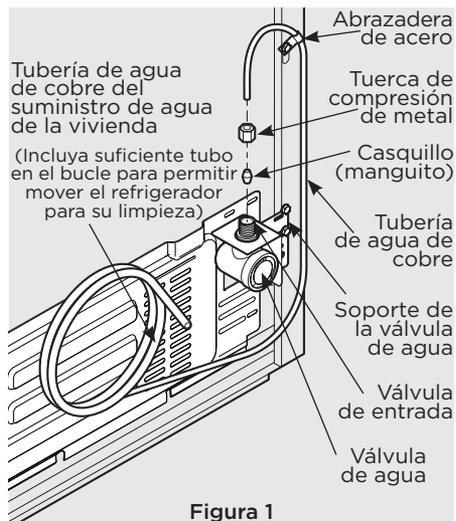

Figura 1
4. Si utiliza tubos de cobre, deslice la tuerca de compresión de metal y, luego, el casquillo (manguito) en la tubería de suministro de agua. Introduzca la tubería de suministro de agua en la válvula de entrada de agua tanto como sea posible (¼ pulgada/6,4 mm). Deslice el casquillo (manguito) en la entrada de la válvula y apriete con la mano la tuerca de compresión en la válvula. Ajuste otra media vuelta con una llave inglesa; NO ajuste en exceso. Ver la figura 1.